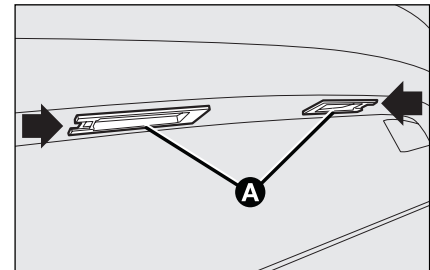

Рис. 34
- нажав по стрелке см., **рис. 34** снимите рассеиватели **А**;